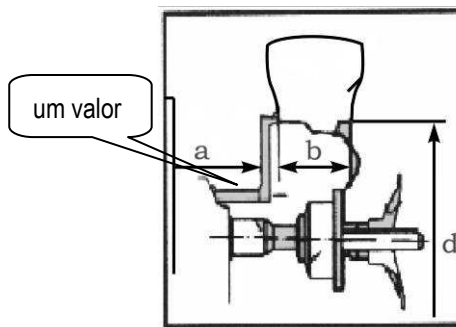

Fig 11
- Puxe a escala de medição que está em contato com a parede interna do aro da roda, as informações do mostrador no painel de controle desaparecerão devido à instabilidade dos dados (Fig 11).